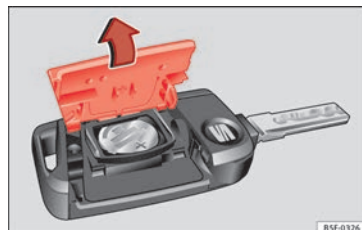

Fig. 118 Llave del vehículo: apertura de la tapa del compartimento para la pila.
- Retire la tapa en la parte trasera de la llave del vehículo » fig. 118 en la dirección de la flecha » ❶.
- Coloque la tapa tal como se muestra » fig. 118 y presiónela en la carcasa de la llave del vehículo en sentido contrario a la flecha hasta que encastre.
❶ CUIDADO